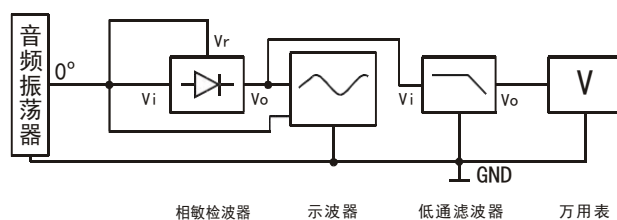

图 4B
4、关闭恒压源，根据图 4B 电路重新接线，将音频振荡器的信号从  $0^\circ$  输出端输出至相敏检波器的输入端  $V_i$ ，将从  $0^\circ$  输出端输出接至相敏检波器的参考输入端  $V_r$ ，把示波器的两根输入线分别接至相敏检波器的输入  $V_i$  和输出端  $V_o$ ，将相敏检波器输出端  $V_o$  同时与低通滤波器的输入端连接起来，将低通滤波器的输出端与万用表连接起来，组成一个测量线路。